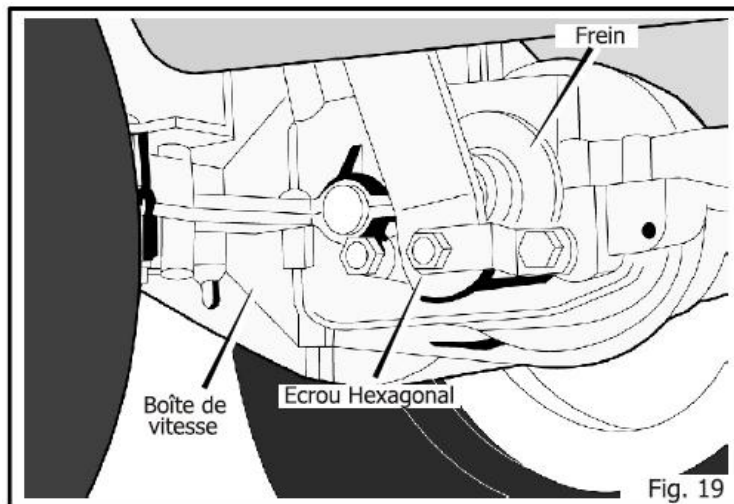

Fig. 19
1. Les plaquettes de frein se trouvent sur le côté gauche de la boîte de vitesses (Figure 19).